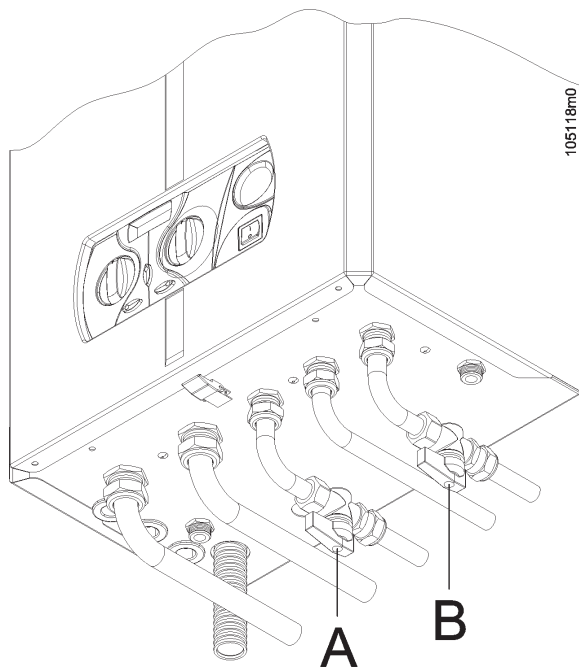

Рисунок 23 - Регулятор подачи горячей санитарной воды (В) и газовый кран (А)
- если температура воды очень низкая необходимо уменьшить ее проход используя кран "B" (рис. 23), до получения желаемой температуры.